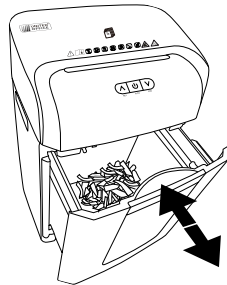

Fig. 4
- ◆ Trageți recipientul colector  de mâner  din baza aparatului  (a se vedea fig. 4). LED-ul  15 luminează intermitent albastru.
- ◆ Împingeți recipientul colector  din nou complet în baza aparatului  până când se fixează cu un clic (a se vedea fig. 4). LED-ul  15 luminează albastru.